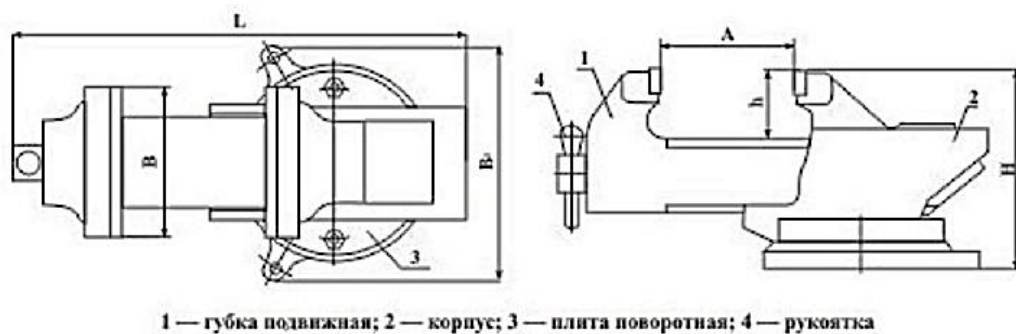

Рис. 1. Тиски слесарные стальные поворотные
2.6 Внешний вид изделия показан на рис. 1: